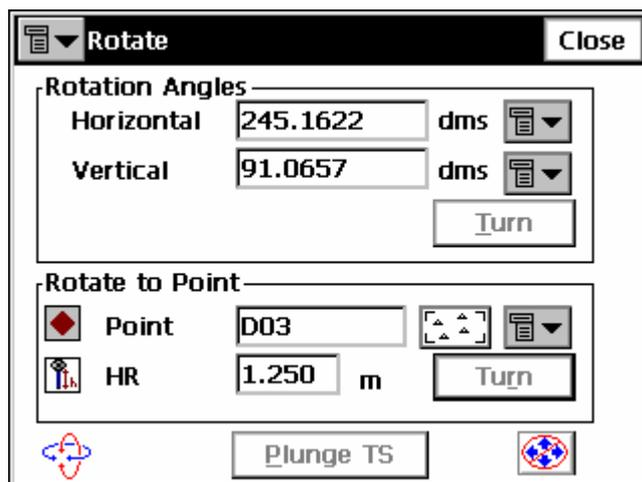

Рисунок 6-38. Поворот
9. Чтобы повернуть тахеометр, нажмите кнопку **Turn (Повернуть)** и в окне **Rotate (Вращать)** введите горизонтальный и вертикальный углы поворота или точку, на которую следует навестись. Тахеометр начнет поворот сразу после нажатия кнопки **Turn (Повернуть)** в соответствующем поле (рис. 6-38 на стр. 6-32). Чтобы вернуться в окно **Auto Topo (Авто Топо)**, нажмите **Close (Закрыть)**.